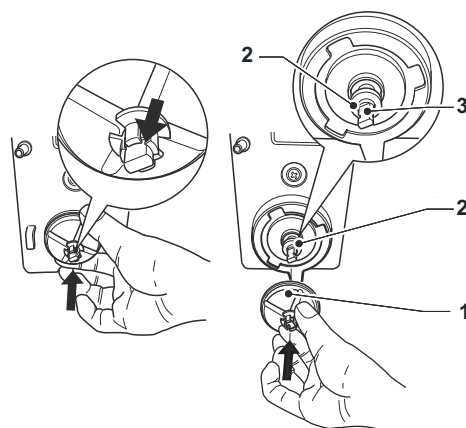

Рис. 28
- Вентиляторы можно снять, просто осторожно потянув, чтобы освободить их (см. Рис. 28).
После окончательной установки вентилятора уплотнитель сальника примет правильное положение (см. Рис. 28).